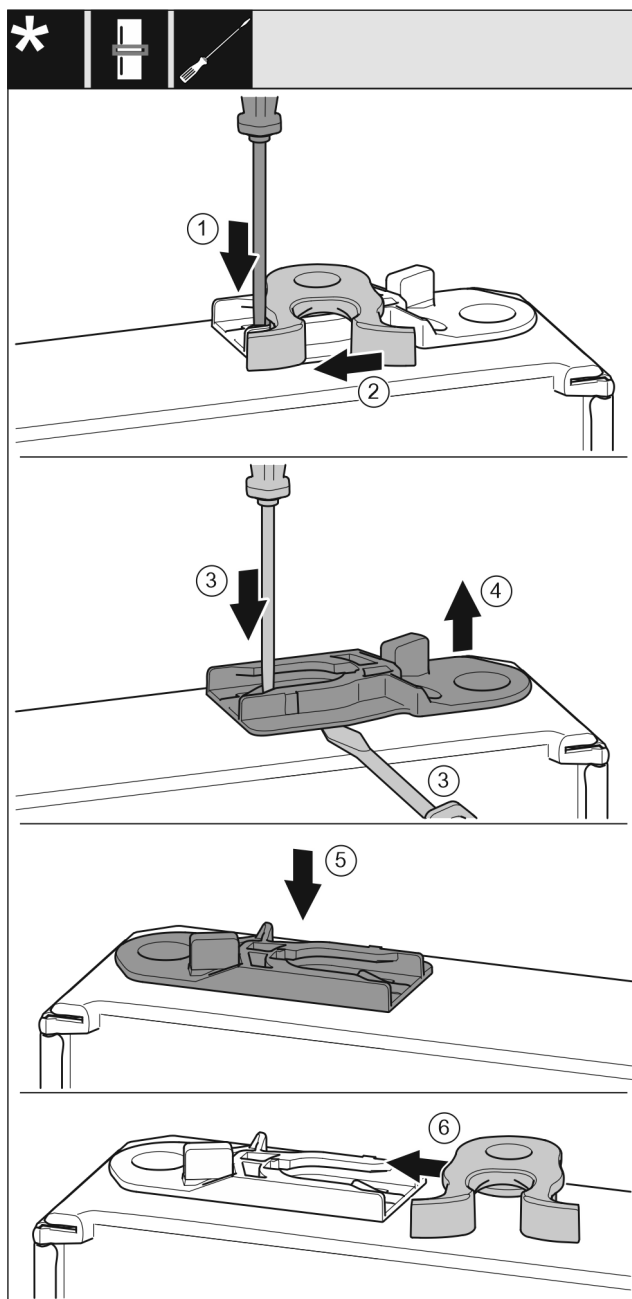

Fig. 47 *
- Potisnite spono Fig. 47 (1) navzdol s ploščatim izvijačem.*
- Povlecite zapiralni kavelj Fig. 47 (2) ven iz vodila.*
- Izvlecite vodilno pušo Fig. 47 (3, 4): Pritisnite spono s ploščatim izvijačem in jo hkrati potisnite pod vodilno pušo.*
- Vstavite vodilno pušo Fig. 47 (5), ki je del obsega dobave, na drugi strani ohišja.*
- Potisnite zapiralni kavelj Fig. 47 (6) v vodilo.*